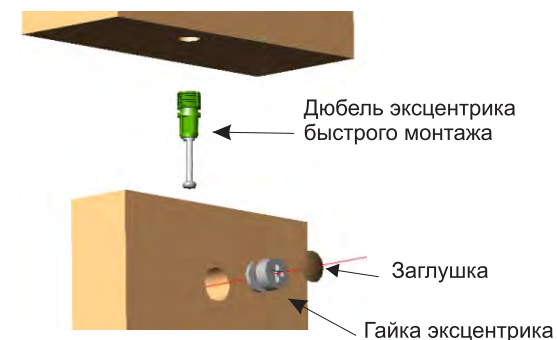

Рис.2
Установите шканты (3) в отверстия d=8 мм топа С и низа D. Вставьте дюбель эксцентрика быстрого монтажа (1а) в топ С и низ D (см. Рис.2). Вкрутите болты усиленного эксцентрика (4а) в отверстия боковин А на необходимую для ВАС высоту. Установите опоры (5) в отверстия в плоскости низа D. Установите в полку В гайки усиленного эксцентрика (4б). Соедините вместе боковины А, низ D и заднюю стенку Е (состоит из двух половин) используя профиль F. К собранной конструкции присоедините топ С. Вставьте эксцентриковые гайки (1б) и с помощью отвертки затяните их по часовой стрелке до фиксации (см. Рис.2). Вставьте полку В и затяните гайки усиленного эксцентрика (4б) до фиксации. Используя шурупы (6) закрепите заднюю стенку Е на полке В. В эксцентриковые гайки (1б) вставьте заглушки (2). Отрегулируйте опоры (5) по высоте.